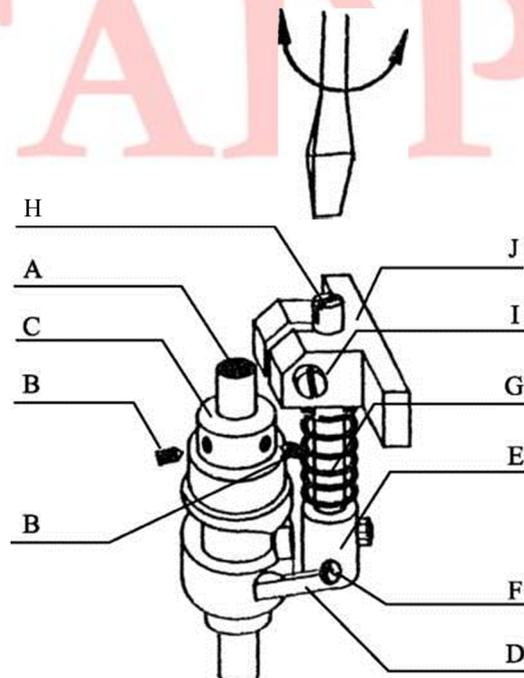

рис. 12
F. Замена и отладка/Кулачок и механизм петлителя (см. рис. 12)
a. Ослабьте винты (B) и отрегулируйте коленчатый рычаг петлителя (D) так, чтобы передача между кулачком (C) и рычагом (F) происходила плавно, затем затяните винт (H).
b. Расстояние между кулачком (C) и рычагом (E) должно быть отрегулировано посредством настройки силы пружины. Ослабьте винт (I) и ослабьте или затяните пружинную опору (H) с помощью отвёртки для настройки нужной силы пружины (G). После регулировки снова зафиксируйте винт (I).